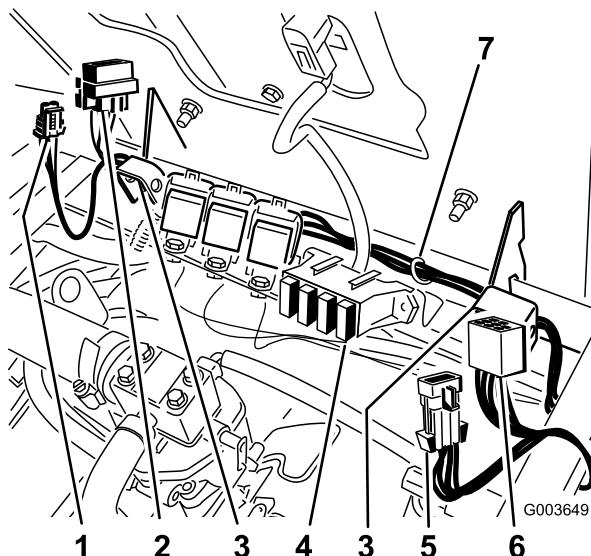

Figura 33
3. Encaminhe a cablagem ao longo da dobradiça do banco desde o interruptor e até ao relé previamente instalado na válvula (Figura 33).
Instale o fusível na ranhura direita no bloco de fusíveis (Figura 33).